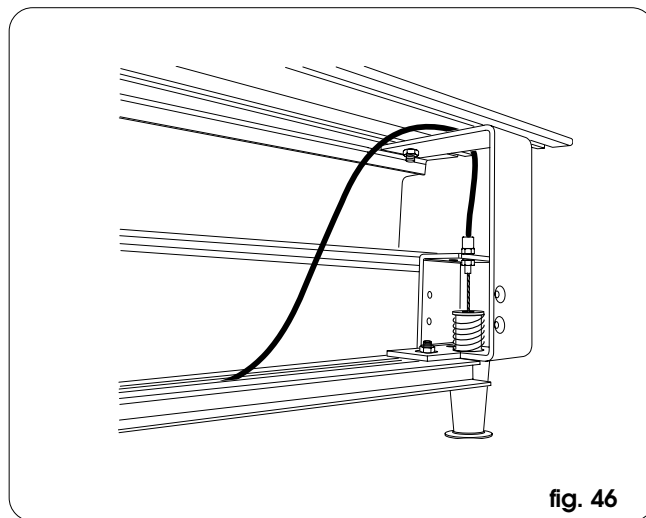

fig. 46
- Tensionare il filo d'acciaio finché il morsetto non va in battuta internamente al pomello (fig. 46).